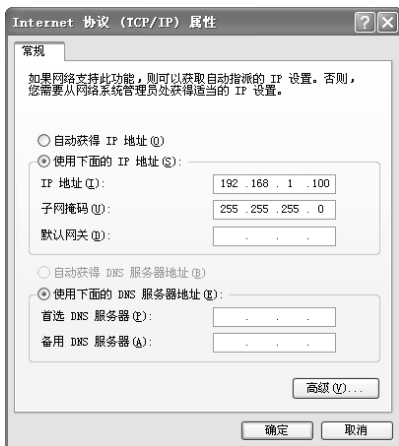

图5-1 本地连接
2. 设置PC本地连接IP地址为192.168.1.X, X为2~252中任意整数, 子网掩码为255.255.255.0, 如图5-1所示。